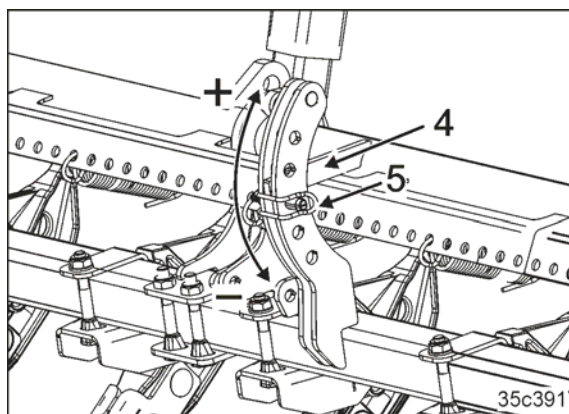

Bild 189
5. Stick in bulten (Bild 189/2) i ett hål under spaken och säkra (Bild 189/5)
6. Ju högre bultarna stoppas i justeringskulissen (Bild 189/1) desto högre är efterharvstrycket.